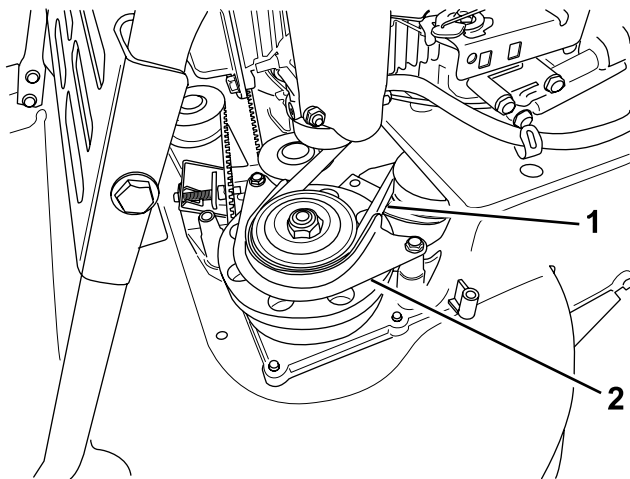

Figura 46
7. Retire el protector de la correa del EFC (Figura 46).